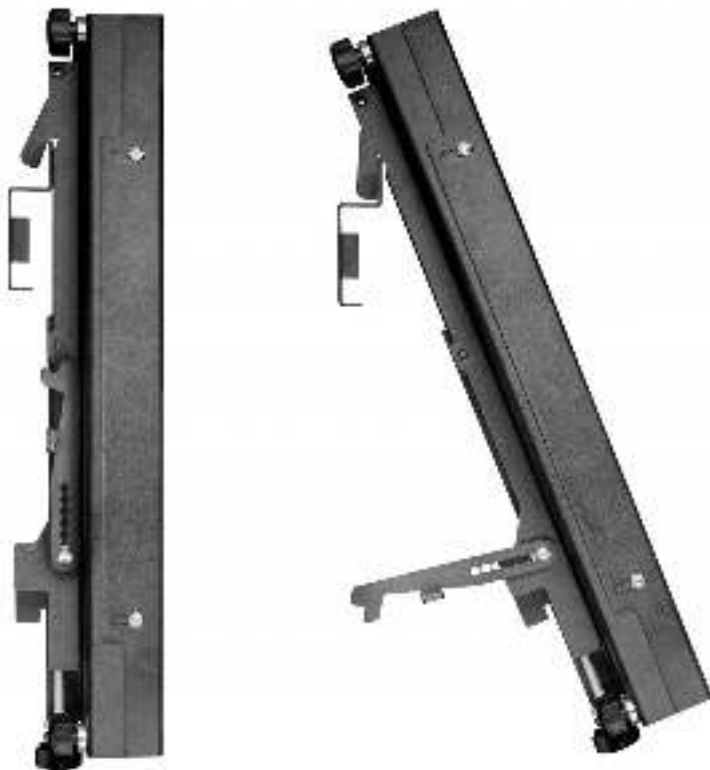

Рис. 3 Кронштейн LB-22WT, положение «для тех. обслуживания»
2. Установите ЖК – панели LD-55213S из типового комплекта VW2255W на подготовленный ранее кронштейн. Проведите юстировку положения панелей с помощью винтов на кронштейне. Далее переведите положение ЖК-панелей на кронштейне в откидное положение для тех. обслуживания (см. рис. 3)